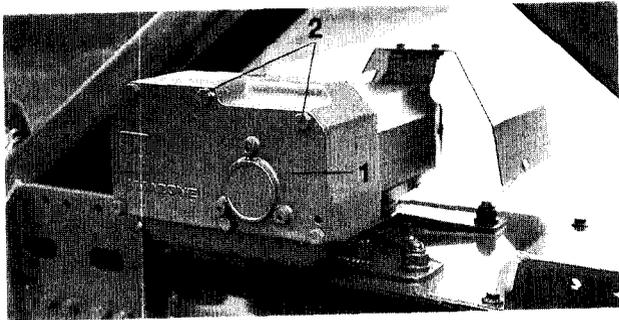

Fig. 10.4
- 1. Vor dem Entfernen des Getriebedeckels (Fig. 10.4/1) Schlepperzapfwelle ausschalten, Schleppermotor abschalten und Zündschlüssel abziehen!**
- Getriebedeckel (Fig. 10.4/1) nach dem Lösen der Skt.-Schrauben (Fig. 10.4/2) entfernen.
- Getriebedeckel (Fig. 10.4/1) mit Dichtung schließen.